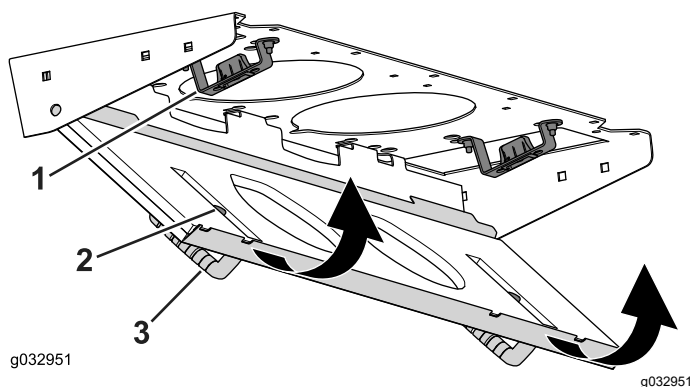

Bild 61
4. Drehen Sie den Filterschirm um die Laschen, bis der Riegel in die Riegelhalterung (Bild 61) einrastet.